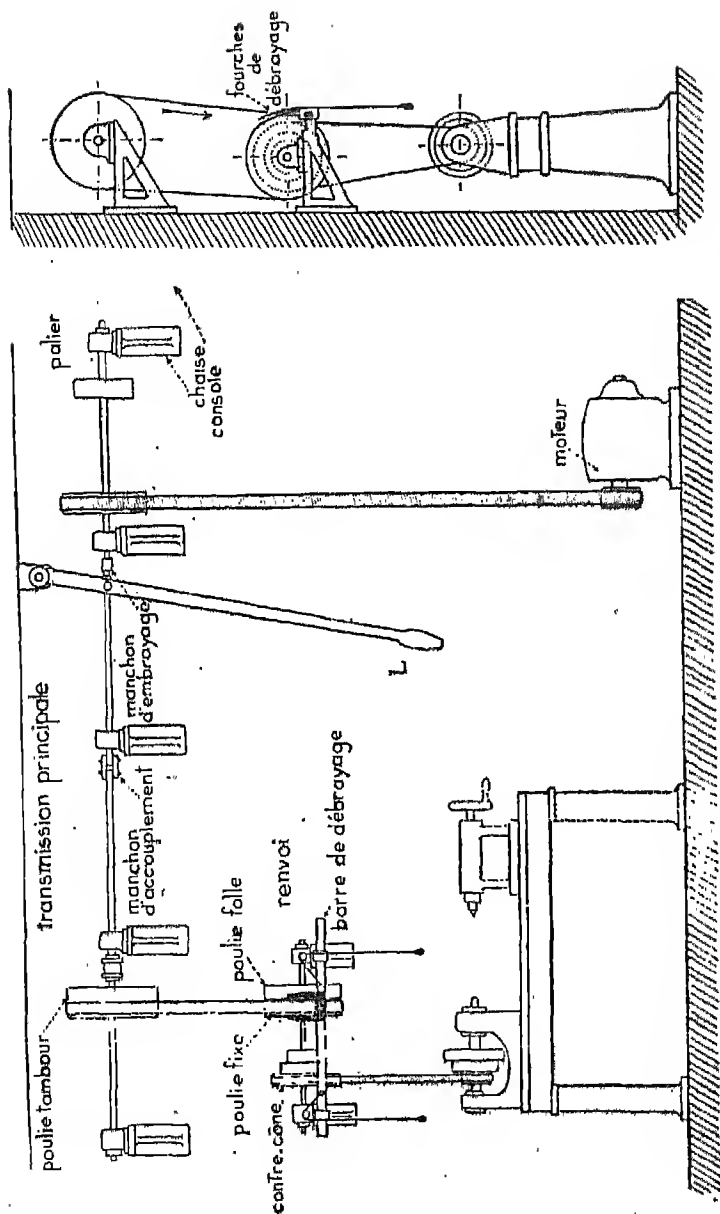

Fig. 10. — Ensemble d'une transmission d'atelier.
b) Cependant, il existe encore des ateliers où un seul moteur commande toutes les machines outils (fig. 10).